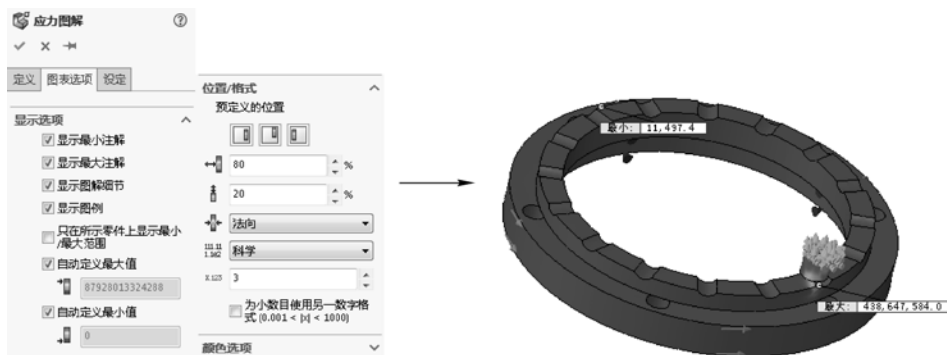

图 10-60 设置图表选项操作和效果
在模型分析完毕后，右键单击算例树中“结果”项下的任一子项（此子项应处于显示状态），在弹出的快捷菜单中选择“图表选项”菜单选项，打开“图表选项”属性管理器，可设置在当前图解界面上要显示的图解信息。简单说明如下（可参考图 10-60）。
STEP 13 如图 10-60 左图所示的“ISO 剪裁”属性管理器中单击“剪裁”开/关按钮，关闭 ISO 剪裁效果，然后右击“应力 1”项，选择“图表选项”菜单选项，打开“图表选项”属性管理器，选中“显示最小注解”和“显示最大注解”前的复选框，在应力视图中显示模型最小和最大受力点的位置，如图 10-60 右图所示。